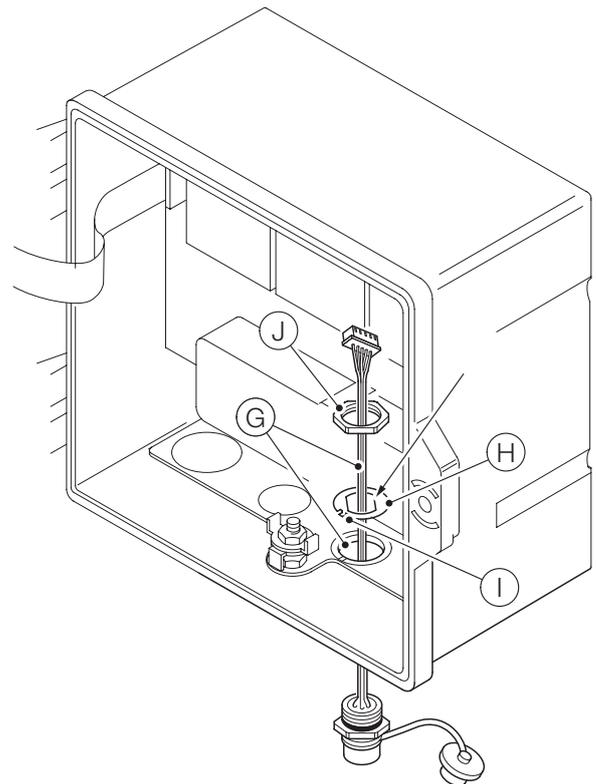

Figura 12 Preparación de fijaciones de cables de conector EZLink
Con referencia a Figura 12:
- 7 Monte la pestaña de alineación (I) en la ranura de la placa prensaestopas (K) (en la variante de la caja de plástico) o en la ranura del molde (en la variante de la caja de metal).
- 8 Inserte el cuerpo de conexión EZLink (L) completamente en la entrada de cables y alinee el cuerpo de conexión con los planos de la arandela de alineación (consulte Figura 12).
- 9 Atornille la tuerca posterior (J) al cuerpo de conexión y apriétela con una llave.